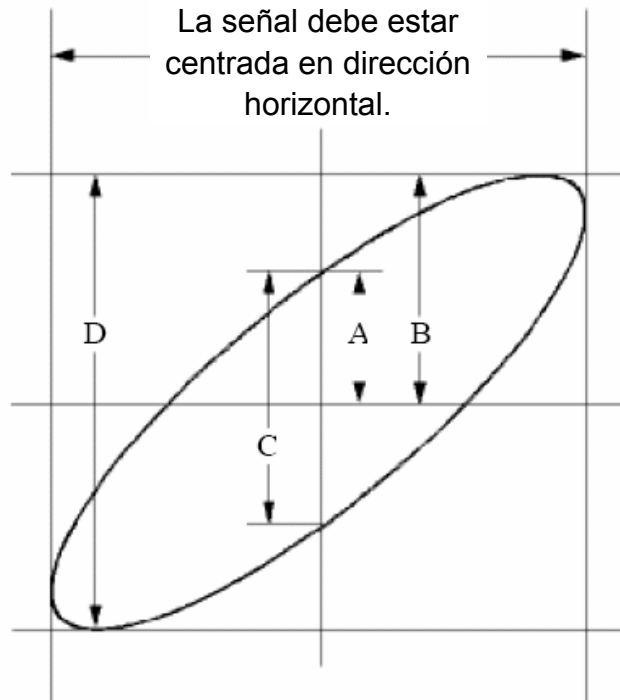

Figura 6-5 Gráfico de Lissajous
- (1) Ajuste la atenuación de la sonda en el osciloscopio a **10X** e igualmente en la propia sonda mediante el interruptor a **10X** (consulte " *Ajuste del Coeficiente de Atenuación de la Sonda*").
- (2) Conecte la sonda del canal 1 a la entrada del circuito y la sonda del canal 2 a la salida.
- (3) Active los canales **CH1** y **CH2** y desactive **CH3** y **CH4** usando las teclas CH1 a CH4.
- (4) Pulse la tecla **Autoset**, con las señales de los dos canales activas y mostrándolas en la pantalla.
- (5) Gire el selector de escala **Vertical**, y luego pulse la tecla **CH2** para para aproximar las amplitudes de ambas señales.
- (6) Pulse la tecla **Display** para llamar al menú de Pantalla.
- (7) Seleccione **Modo XY** en el menú inferior. Seleccione **Habilitar** como **ON** en el menú de la derecha. El osciloscopio mostrará las características del circuito en la forma de un gráfico de Lissajous.
- (8) Gire el selector de **Escala vertical** y **Posición vertical**, para optimizar la forma de onda.
- (9) Con el método adoptado del oscilograma elíptico, observe y calcule la diferencia de fase (ver *Figura 6-5*).